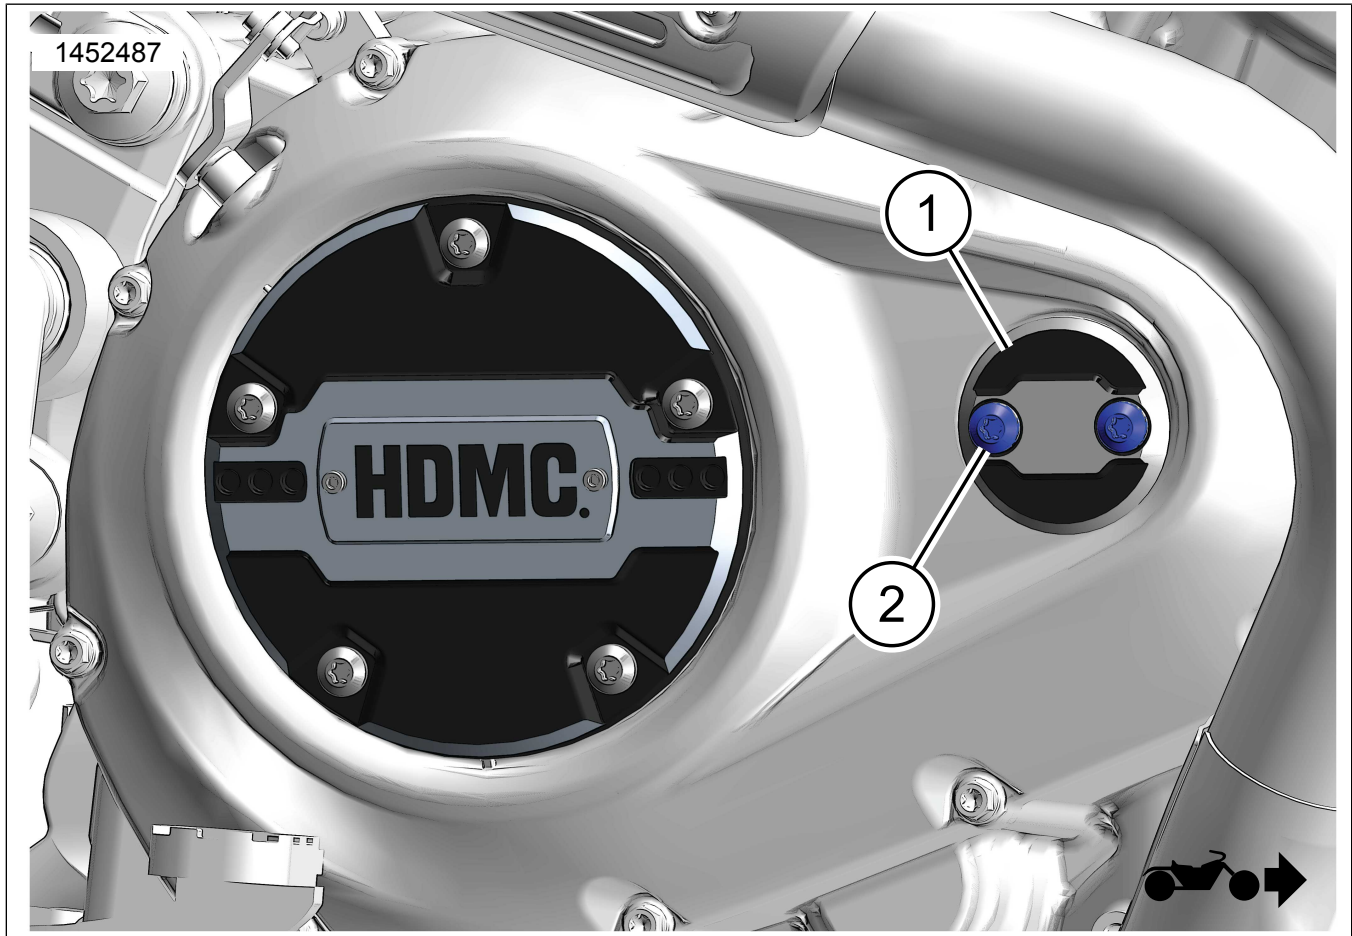

Figure 1. Contenu du kit : Kit de médaillon du carter d'embrayage
1. Voir la Figure 1. Montez le médaillon du carter d'embrayage (1).